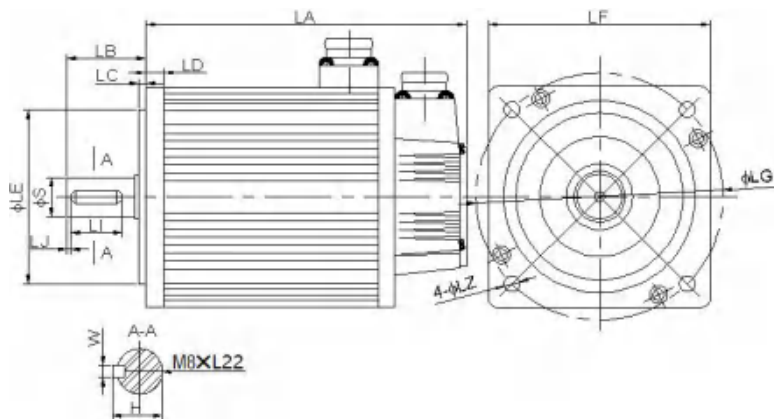

图 3.7 150、180 电机和表 3-4
- 150、180 机座电机的安装尺寸（见图 3.7 和表 3-4）